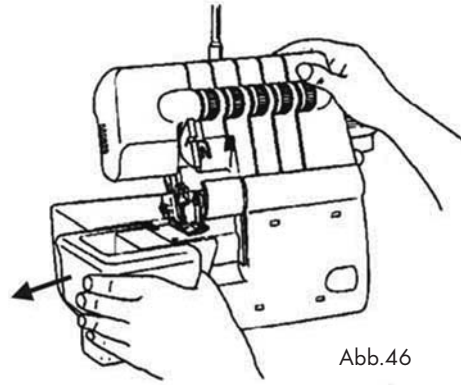

Abb.46
- Schieben Sie den Freiarmdeckel nach links und ziehen Sie ihn ab (Abb. 46).